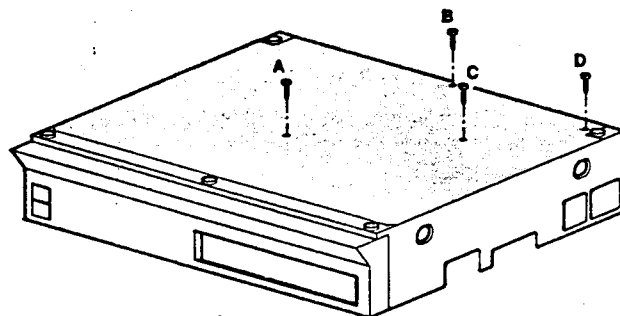

FIG. 2-2
- Die 4 Schrauben A, B, C und D lösen (siehe Bild 2-2)
- Schraube lösen mit der die Unterplatte an der Kombinationseinheit befestigt ist. (Schraube B und D fig. 2-2)